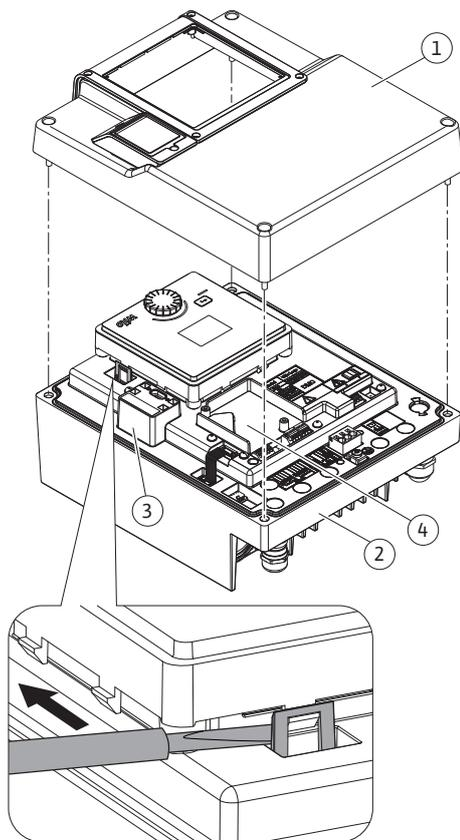

Fig. 17: Módulo eletrônico
Os módulos CIF (acessórios) são utilizados para a comunicação entre as bombas e o BMS. Os módulos CIF estão ligados ao módulo eletrónico (Fig. 17, pos. 4).